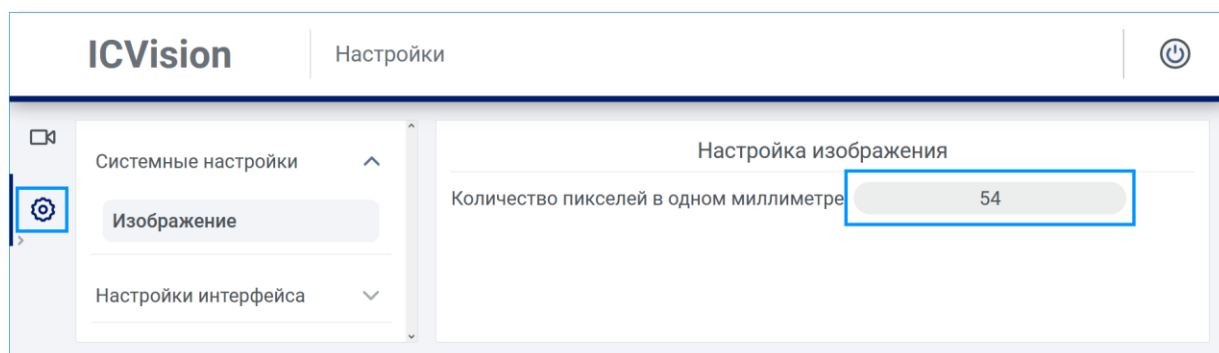

Рисунок 18 – Построение отрезка по двум точкам
2.2.4.27 Для более точного построения отрезка используете увеличение изображения при помощи колеса мыши. Сравните значение калибровочной линейки и значение построенного отрезка, зафиксируйте значение отклонения. Откройте меню "Системные настройки" и скорректируйте значение "Количество пикселей в одном миллиметре" (см. Рисунок 18). После этого повторите измерение отрезка согласно п. 2.2.4.25 и сравните значение зафиксированного отклонения с вновь получившимся значением. Подберите значение "Количество пикселей в одном миллиметре" так, чтобы значение отклонения стало близко к 0, а измеренное значение соответствовало физическому значению калибровочной линейки. На этом калибровка видеоизмерительной системы завершена.